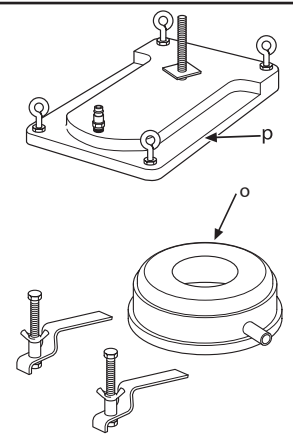

Fig. 5
4. Se for usada a placa de vácuo (p) (fig. 5) (acessório extra), deve-se certificar que a base não é porosa e que a placa não pode soltar-se do chão ou parede, e que a bomba de vácuo tem capacidade suficiente para fixar a placa de vácuo por sucção. A bomba de vácuo Husqvarna VP200 é adequada para esta aplicação.
5. Use o colector de água (o) (Fig. 5), de modo a evitar danos causados pela água.
3. The drill column is set at the required angle by tightening the nut (B) using a 24 mm spanner.
4. If the vacuum plate is used (p) (fig 5) (extra accessory) it must be ensured that the surface is not porous and cannot loosen from the floor or wall and that the vacuum pump causes sufficient suction for the vacuum plate, a suitable vacuum motor is Husqvarna VP200.
5. Avoid water damage by using the water collector (o) (Fig 5).